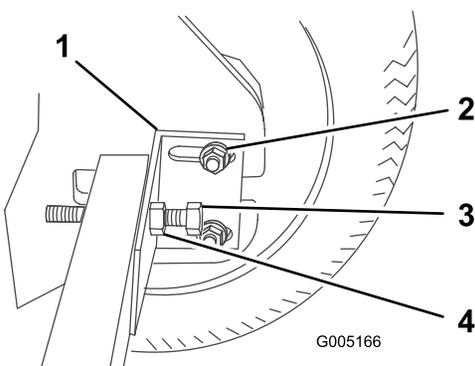

Figura 34
3. Afloje las tuercas que sujetan el soporte de retención del eje (Figura 34).
4. Afloje la tuerca del perno tensor de la cadena y afloje el perno (Figura 34).
7. Apriete el soporte de retención del eje contra el eje y el bastidor, luego apriete la tuerca del perno para sujetarlo (Figura 34); apriete la tuerca a 30 pies-libra (40.7 N m).